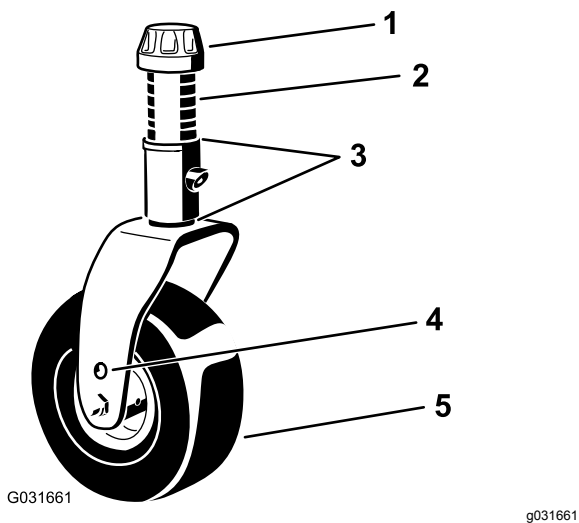
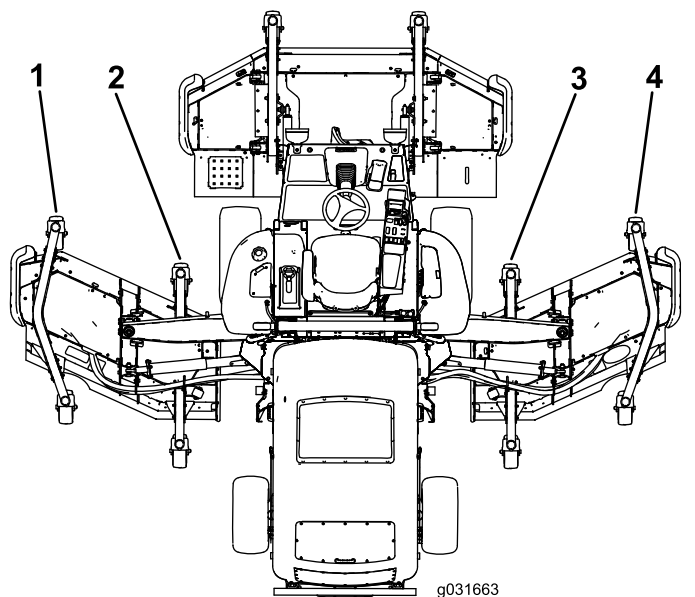

Figura 26
Figura 27
5. Si el borde interior de la carcasa de corte lateral está demasiado alto respecto al borde exterior de la carcasa delantera, retire un suplemento de la parte inferior del brazo interior delantero de la rueda giratoria en la carcasa de corte lateral (Figura 26 y Figura 27).
6. Si el borde interior sigue estando demasiado alto, retire otro suplemento de la parte inferior del brazo interior delantero de la rueda giratoria de la carcasa de corte lateral, y un suplemento del brazo exterior delantero de la rueda giratoria de la carcasa de corte lateral (Figura 26 y Figura 27).
7. Si el borde interior de la carcasa de corte lateral está demasiado bajo respecto al borde exterior de la carcasa de corte delantera, añada un suplemento de 3 mm a la parte inferior del brazo interior delantero de la rueda giratoria en la carcasa de corte lateral (Figura 26 y Figura 27).